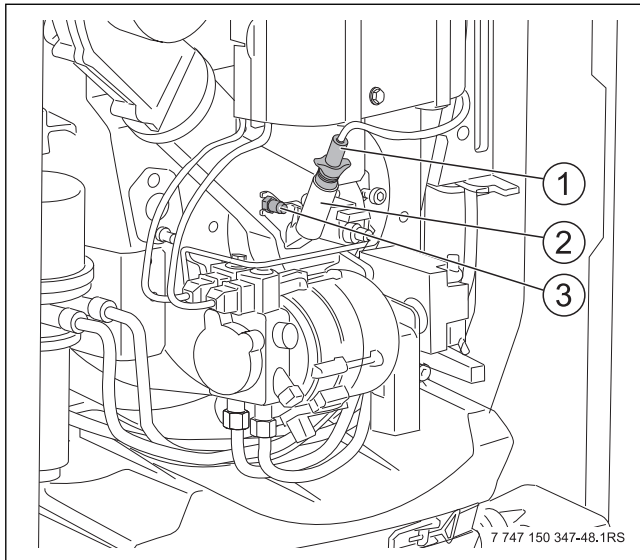

Bild 79 Flammenfühler demontieren
- ▶ Messstutzen für statischen Gebläsedruck (→ Bild 79, [3], Seite 44) abschrauben.